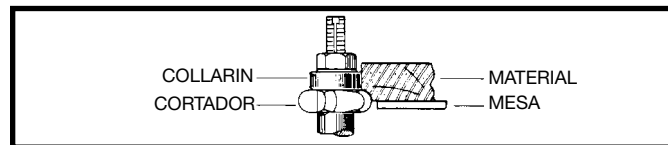

Fig. 44
3. Cuando el collarín se utiliza sobre el cortador, como lo ilustra la Fig. 44, el corte no puede ser visto, pero este método brinda la ventaja de que el corte no es afectado por ligeras variaciones en el grosor del material. Además, el levantamiento accidental del material no mellará el mismo. Sencillamente corrija el error repitiendo la operación.